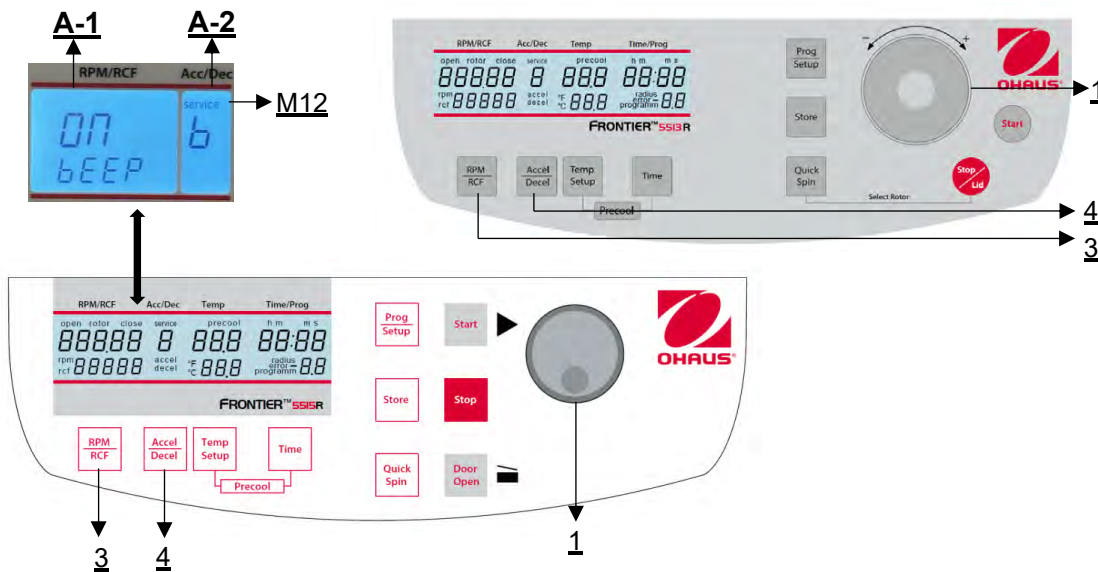

Figure 30
Procéder comme décrit au point 4.1.1 pour entrer dans ce mode de programmation et appuyer ensuite sur la touche **"Accel/Decel"** (4). Sur l'écran **"Acc/Déc"** (A-2), le mot **"Service"** (M12) clignote. Sélectionnez maintenant la lettre **"b"** à l'aide de la molette (1) Le mot **"ON/BEEP"** apparaît alors sur l'écran **"RPM | RCF"** (A-1). Après avoir appuyé sur la **"RPM | RCF"** (3), vous pouvez activer (On) ou désactiver (Off) le son du clavier à l'aide de la molette (1) (voir figure 30).